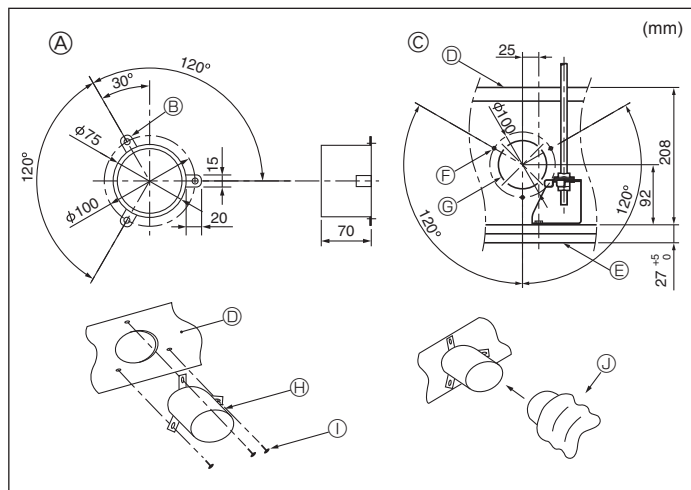

Fig. 4-3
4.3. Installation des conduits (en cas d'aspiration d'air frais) (Fig. 4-3)